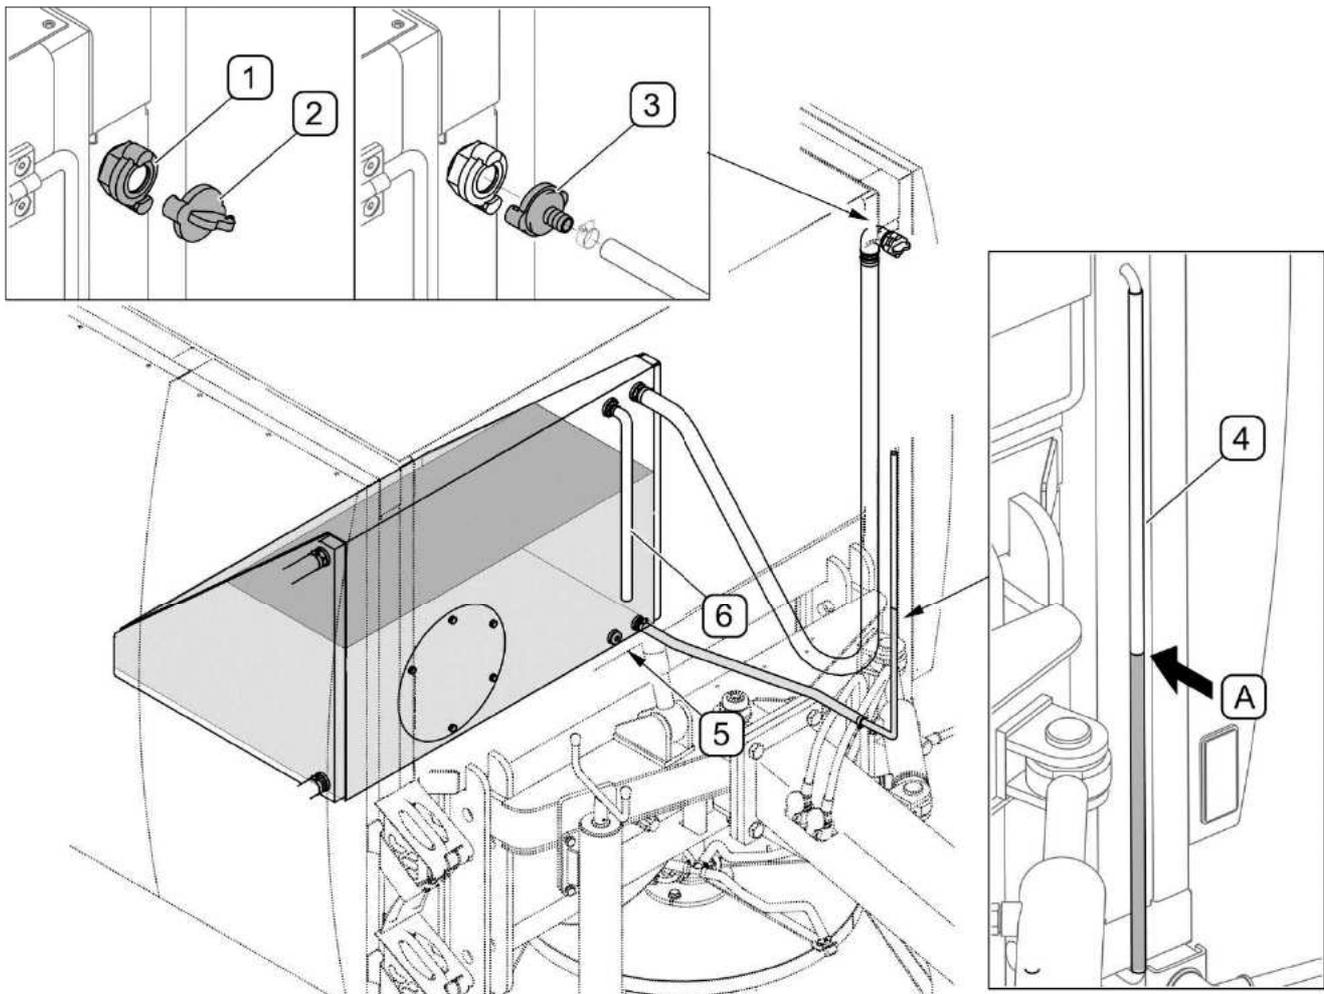

ABB. 4.8 Wassertank der Sprühvorrichtung
Der Wassertank der Sprühvorrichtung mit einem Volumen von 240 Litern ist mit einer Füllstandsanzeige (4) ausgestattet, die am vorderen linken Pfosten des Rahmens angebracht ist (ABB. 4.8). Das Befüllen des Behälters erfolgt über die Einfüllöffnung (1) die mit einem Verschluss (2) verschlossen wird, der sich im oberen Teil des linken Pfostens am